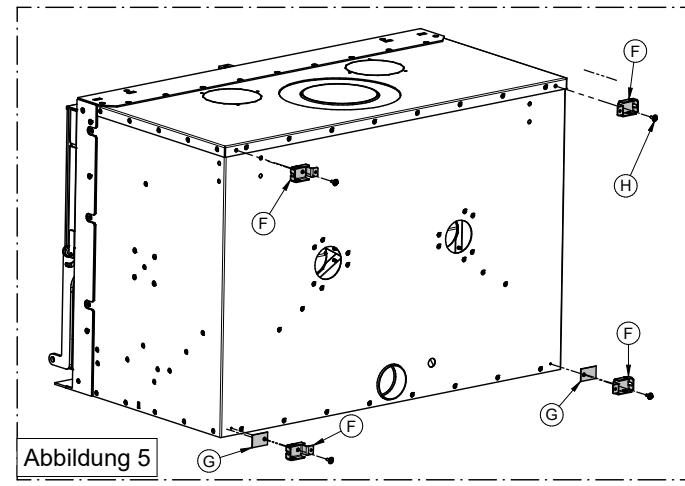

Abbildung 5
- 5) Die Lüftungsleiste (P) sowie die Halterungen (O) und (N) einsetzen und mit den 2 Schrauben (M) befestigen; siehe Abbildung 5. Danach die zuvor entfernten Bauteile wieder anbringen.
- 5) Montieren Sie auf beiden Seiten die Stifte (F), indem Sie sie mit den entsprechenden Unterlegscheiben (O) einschrauben und nur im unteren Teil die Unterlegscheiben (G) dazwischenlegen (siehe Abbildung 5).
- 5) Montieren Sie die Stützen (F) mit Schrauben (H) und Unterlegscheiben (G) nur an der Unterseite, siehe Abbildung 5.